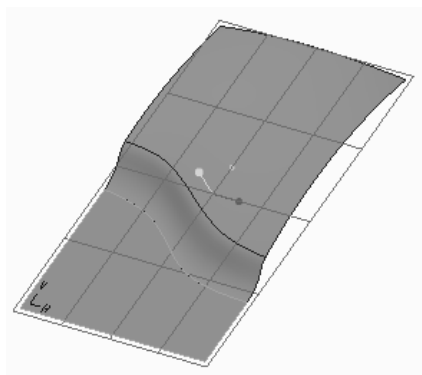

图 7-135 曲面修剪后的效果
4) 在“造型：曲面修剪”选项卡中单击✔(完成)按钮，曲面修剪后的效果如图7-135所示。